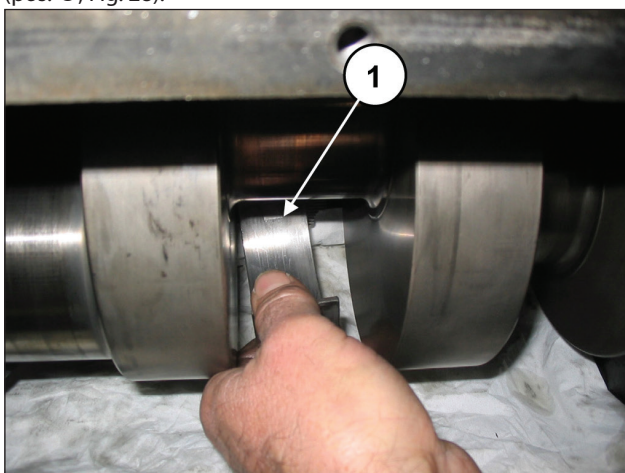

Fig. 28
Extraia os três semi-rolamentos superiores das semi-bielas (pos. ①, Fig. 28).